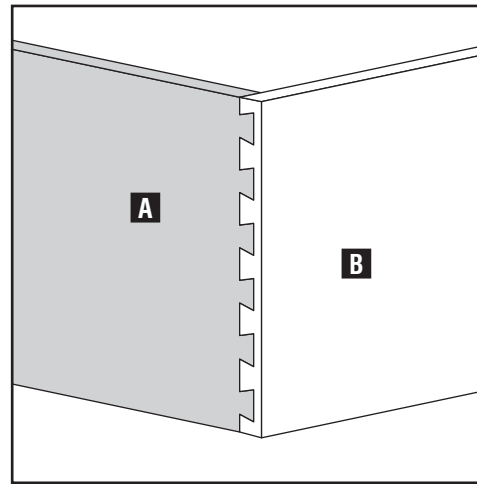

Fig. 1
La junta de cola de milano es una junta tradicional que se remonta al antiguo Egipto. Es resistente y visualmente atractiva. Esta junta tiene protuberancias acampanadas (colas) (A) Fig. 1 que se cortan en una tabla ("tabla con cola") y protuberancias con lados diagonales (clavijas) que se cortan en la otra tabla ("tabla con espiga"). En la construcción de gavetas, el frente de la gaveta es la tabla con espiga y el lado de la gaveta es la tabla con cola.